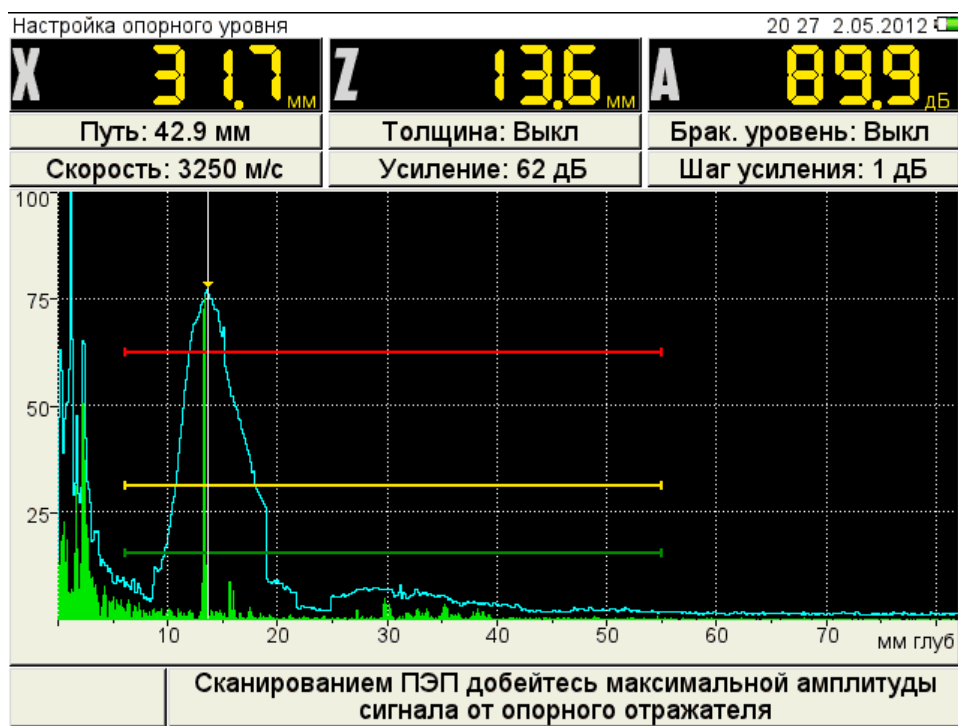

Рисунок 17
- перейти на параметр «Опорный уровень» и включить его нажатием клавиши  . Откроется окно настройки опорного уровня (рисунок 17);